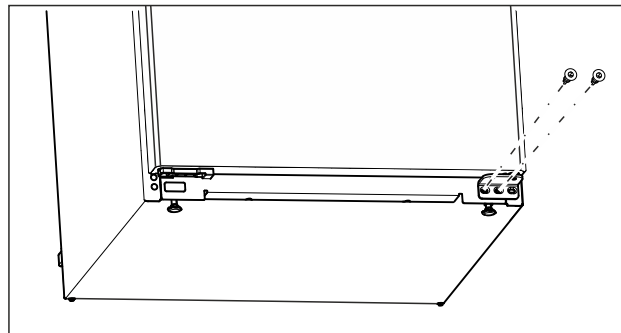

Fig. 6
- Sur le support de palier inférieur, dévisser la vis centrale avec un tournevis Torx 20. (voir Fig. 6)
- Sur le support de palier inférieur, dévisser la vis intérieure avec un tournevis Torx 20. (voir Fig. 6)